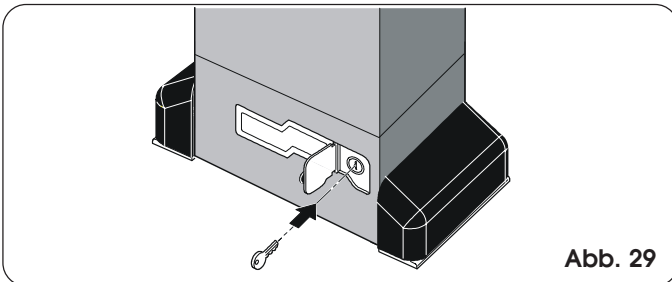

Abb. 29
- 2) Die Schutzklappe öffnen und den entsprechenden, im Lieferumfang des Schlosses enthaltenen Schlüssel einführen (Abb. 29).